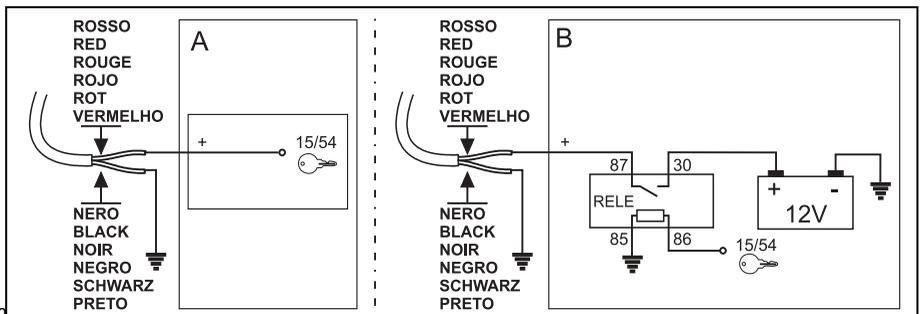

Abb. 10
**Hält der Kontakt 15/54 (Service) des Zündschlüssels einer Dauerlast von 10 A stand, können Sie die Verbindungen gemäß Abb. 10, Feld A, vornehmen.**
**Sollte dies nicht der Fall sein, setzen Sie gemäß Abb. 10, Feld B, ein Relais ein. Min. Kabelquerschnitt: 2,5 mm2.**